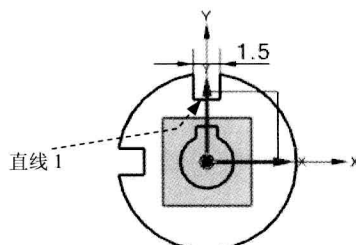

图 2.13.14 水平标注 (一)
(1) 选择下拉菜单 **插入(I) → 尺寸(D) → 水平(H)** 命令, 选取图 2.13.14 所示的直线 1, 在弹出的动态输入框中输入尺寸值 1.5, 单击中键, 完成直线 1 的水平标注。